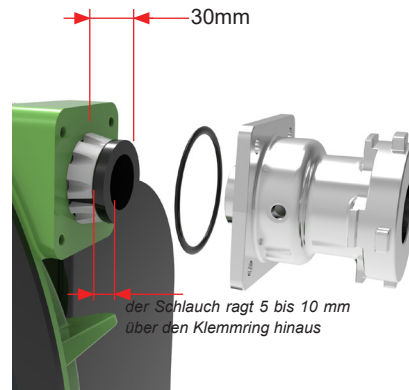

Abbildung 10. - Verbindungsflanschmontage ohne Einsatz
8. Lassen Sie die Pumpe vorwärtslaufen und anhalten, wenn der Schlauch 30 mm von der Flanschoberfläche am Pumpengehäuse hervorsteht. (Abbildung 10)